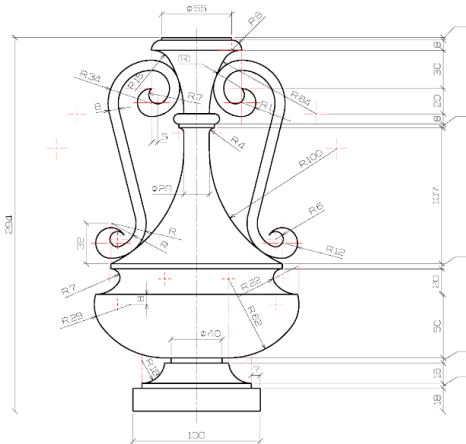

Рис. 1
2. Выберите чертеж для построения модели в САПР¹. Желательно, чтобы для выполнения деталей на чертеже нужно было воспользоваться всеми формообразующими операциями – выдавливание, вырезание, кинематические операции (вдоль траектории), вращения. К таким объектам относится, например, ваза или кружка (см. пример на рис. 1).